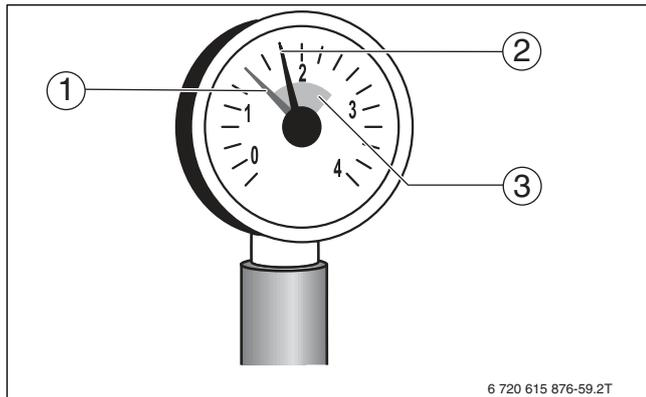

Рис. 9 Манометр для закрытых установок
- ▶ Осторожно откройте водопроводный кран и медленно заполните отопительную систему. При этом наблюдайте за показаниями манометра (→ рис. 9, стр. 10).